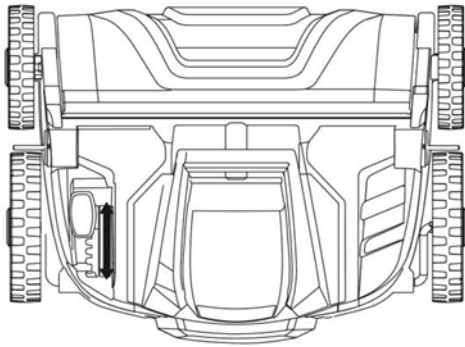

Abb.6.1
### Austausch der Walze (Abb. 6.1 - 6.5)
- Stellen Sie das Gerät auf die Motorseite in einem trockenen Bereich und lösen Sie die Flügelmutter, indem Sie sie gegen den Uhrzeigersinn drehen, um die Verriegelung zu öffnen (Abb. 6.1 - 6.2).